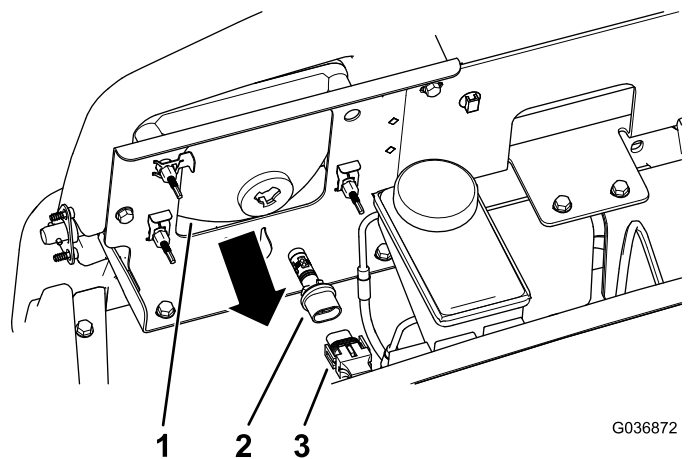

Figura 52
3. Desconecte el conector eléctrico del arnés de cables del conector de la lámpara, en la parte trasera de la carcasa del faro (Figura 52).
4. Retire el conjunto de la lámpara girándola $\frac{1}{4}$ de vuelta en sentido antihorario y desplazándola hacia atrás (Figura 52).
5. Instale el conjunto de lámpara nueva y la carcasa del faro y alinee las pestañas del conjunto de la lámpara con las ranuras de la carcasa del faro (Figura 52).
6. Sujete el conjunto de la lámpara girándola $\frac{1}{4}$ de vuelta en sentido antihorario (Figura 52).
7. Conecte el conector eléctrico del arnés de cables al conector del conjunto de la lámpara nueva (Figura 52).